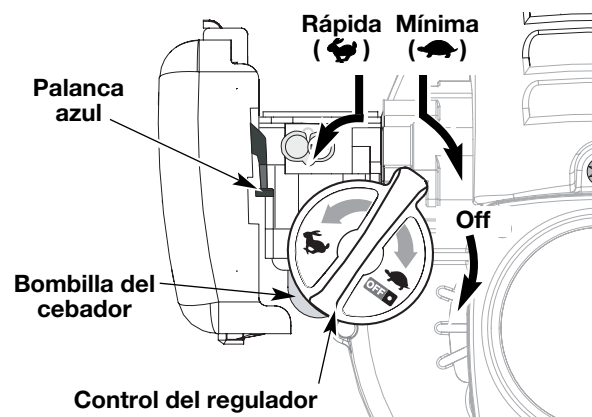
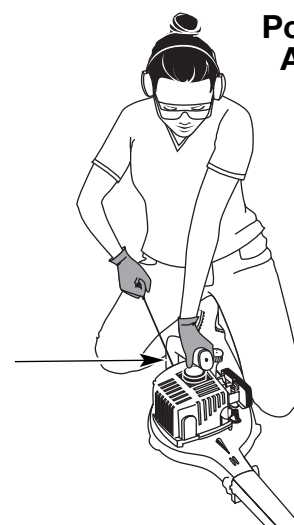

Fig. 2
Fig. 4
**ADVERTENCIA:** Evite los arranques accidentales. Esté en posición de arranque cuando hale la cuerda (Fig. 4).
4. Ponga la unidad en la posición de arranque (Fig. 4). Coloque el control del regulador en la posición de **RÁPIDA** (↺) (Fig. 2).
1. Para apagar el soplador, mueva la palanca de control del regulador todo hacia la derecha, más allá de la posición de baja en vacío (↻) hasta que sienta un clic. Cerciérese de mover la palanca hasta el retén de la extrema derecha para apagar la unidad (Fig. 2).